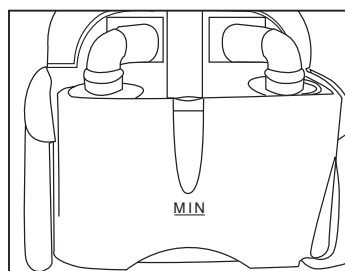

Fig. 4
Verser dans le réservoir (2) l'eau du robinet jusqu'à l'obtention de la ligne MIN Fig. 4 et le refermer avec son couvercle en rattachant les deux leviers a+b (le levier B doit être accroché à la carrosserie).